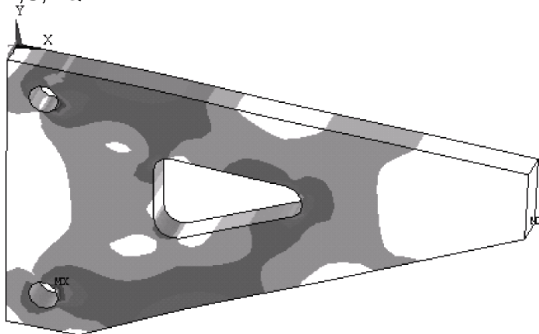

Рисунок 5.2 - Результат розрахунку напруженого стану кронштейна.
7. Після завершення розрахунку увійдіть у головний постпроцесор і виведіть зображення напружень по Мизесу (SEQV) (рис. 5.2):